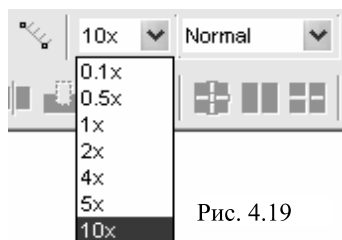

Рис. 4.19
- Щёлкните мышкой по кнопке в правом конце поля ввода **Grid Spacing** на панели инструментов и введите в это поле множитель **10x** (рис. 4.19). Этот множитель определяет размер клеток сетки. По умолчанию при выбранной системе единиц измерения длины он равен 0.1 mil. Множитель 10x увеличивает размер клеток сетки в 10 раз, т.е. он будет равен 1 mil. Если этого поля на панели инструментов нет, щёлкните правой кнопкой мышки по панели инструментов и отметьте **Cell Edit**.